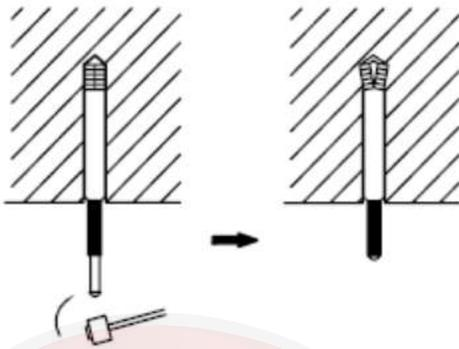

Fig. 9.1
(1) Inserte un expansor M10 al orificio. Coloque un tornillo en el perno. Vea el dibujo perfil de dimensiones de la unidad interior para distancia entre orificios. Vea la Fig. 9.1 para la instalación del expansor.